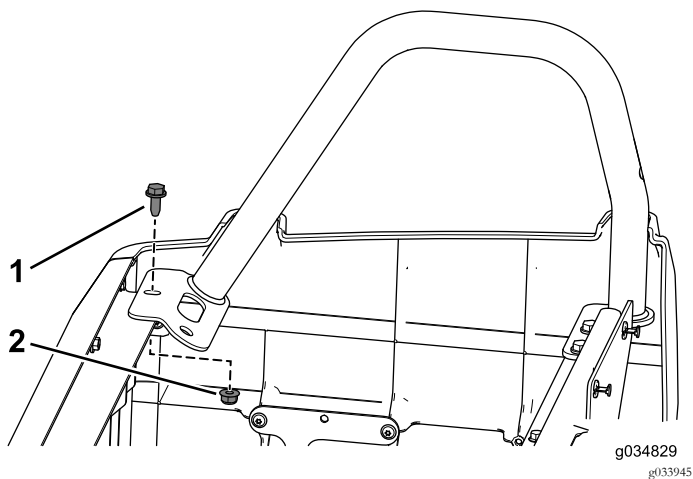

図 90
11. 右後腰部ガードを座席ベースアセンブリに固定する先ほど外したフランジボルト3/16 x 3/4 インチとフランジナットを使う 図 90。